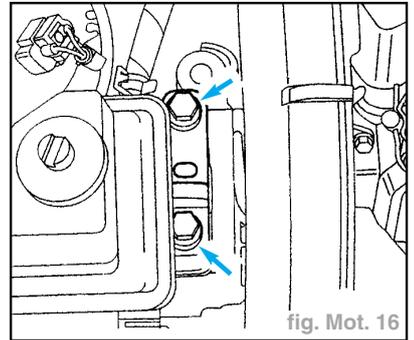

fig. Mot. 16
- Dévisser l'appui du moteur de la console de celui-ci (flèches) (fig. Mot. 16).